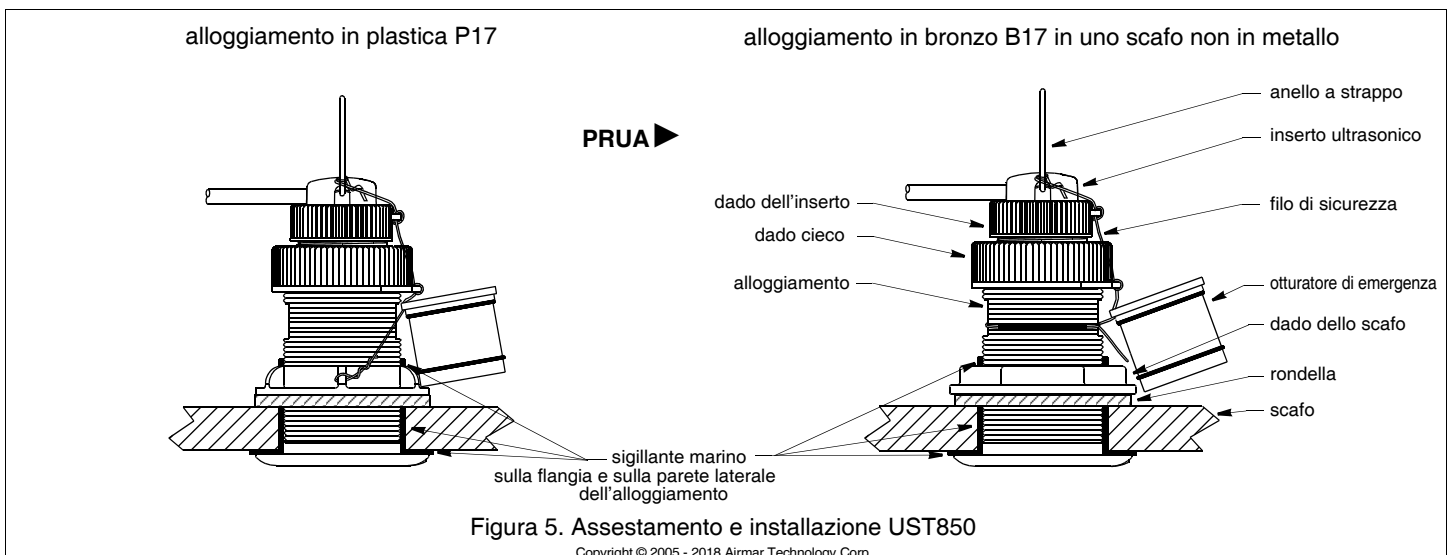

Figura 5. Assestamento e installazione UST850
#### UST850 (Figura 5)
2. Togliete l'inserto ultrasonico dall'alloggiamento rimuovendo il filo di sicurezza dall'anello a strappo e dal dado *dell'inserto* (Figura 5).
- Ricollegate il filo di sicurezza per evitare che l'otturatore si ritragga nell'eventualità improbabile in cui il dado cieco/dell'inserto si rompa o non venga avvitato correttamente (Figura 5).
- Staccate *l'otturatore corto di emergenza* dal filo di sicurezza (Figura 5).
- Fissate *l'otturatore corto di emergenza* con il dado *cieco*. Stringete **esclusivamente a mano**. Non stringete in modo eccessivo. Ricollegate il filo di sicurezza (Figura 5).
10. Collegate il filo di sicurezza *all'otturatore corto di emergenza*, al dado *cieco*, al dado *dell'inserto* e all'anello a strappo per evitare che l'inserto ultrasonico/otturatore si ritragga nell'eventualità improbabile in cui il dado *dell'inserto* e/o il dado *cieco* si rompano o non vengano avvitati correttamente (Figura 5).